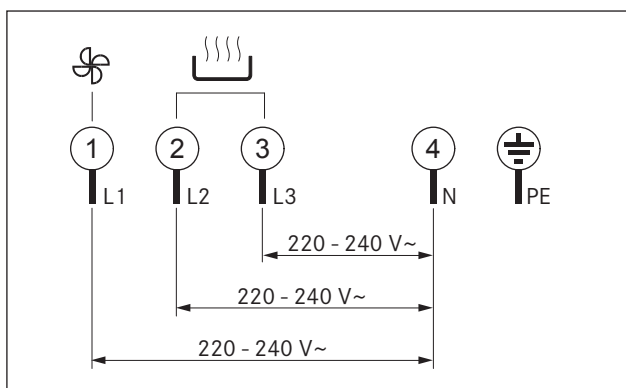

bild 6.36 Anslutningsschema 3-fas anslutning
- ▶ Anslut strömförsörjningsledningen enligt motsvarande anslutningsschema (se bild 6.36 Anslutningsschema) till strömförsörjningsanslutningen [2] för spishällen med ångsug.